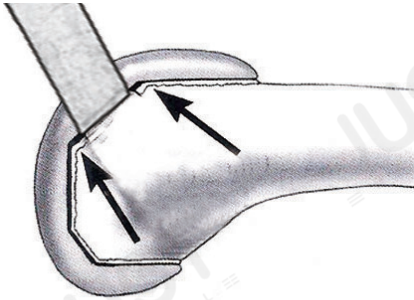
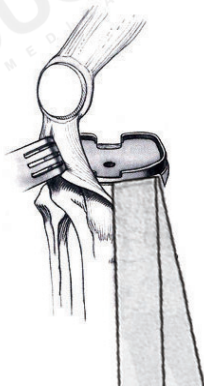

图 1-1：用骨刀分离股骨假体的骨水泥 - 金属界面
图 1-3：使用叠层骨刀法将胫骨假体从骨床撬下
2. 股骨假体；（图 1-1、图 1-2）3. 胫骨假体（图 1-3）；